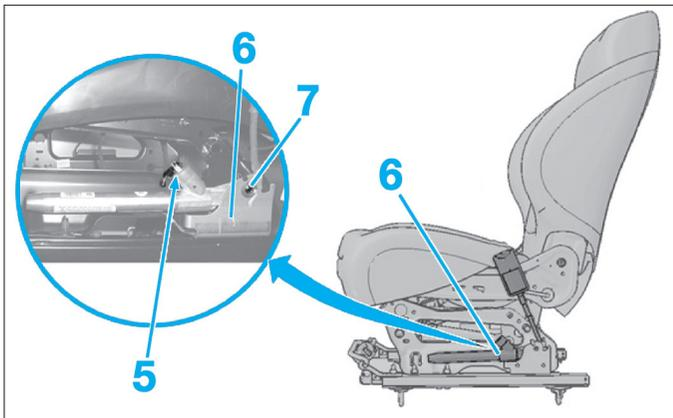

Fig. 25
- Débrancher le connecteur électrique (5) du prétensionneur (6) (Fig.25).
- Déposer la vis de fixation (7) du prétensionneur (6) et le déposer.